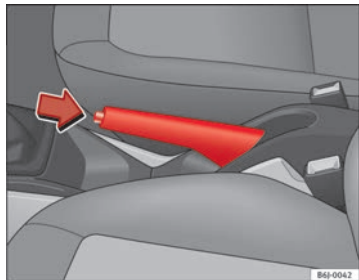

Fig. 110 Frein à main entre les sièges avant
- Serrez le frein à main à fond en tirant le levier vers le haut ⇒ fig. 110.
- Soulevez légèrement le levier du frein à main, appuyez sur le bouton de déblocage dans le sens de la flèche ⇒ fig. 110 et abaissez le levier au maximum ⇒ ⚠.